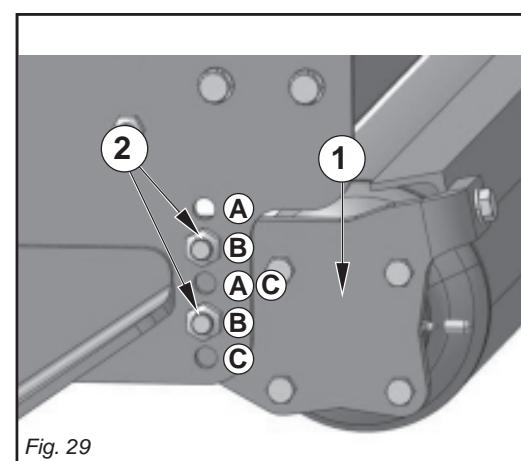

Fig. 29
La macchina è fornita di rullo posteriore (1 Fig. 29) e raschiafango regolabile manualmente. Per regolare il rullo procedere come segue:
- Togliere i bulloni (2 Fig. 29).
The machine is equipped with a rear roller (1 Fig. 29) and a manually adjusted mud scraper. Proceed in the following way to adjust the roller:
- Remove the bolts (2 Fig. 29).
Le machine est équipé d'un rouleau arrière (1 Fig. 29) et racleur de boue réglable manuellement. Pour régler le rouleau procéder de la manière suivante:
- Enlever les boulons (2 Fig. 29).
Der maschine ist mit einer hinteren Walze (1 Abb. 29). In der äußersten Stellung ist ein von Hand zu betätigender Schlammabkratzer vorhanden. Zur Walzeinstellung wie folgt verfahren:
- Die entfernten Mutterschrauben (2 Abb. 29).
La máquina está dotada de un rodillo trasero (1 Fig. 29) y rascador de fango regulable manualmente.
- Quitar los pernos (2 Fig. 29).